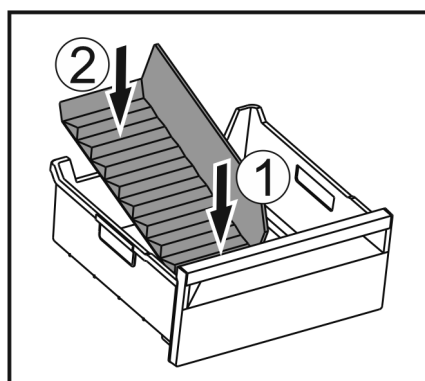

Fig. 185
- ▶ Umetnite prednji dio pregrade ladice za led. Fig. 185 (1)
- ▶ Spustite stražnji dio pregrade ladice za led do dna ladice. Fig. 185 (2)